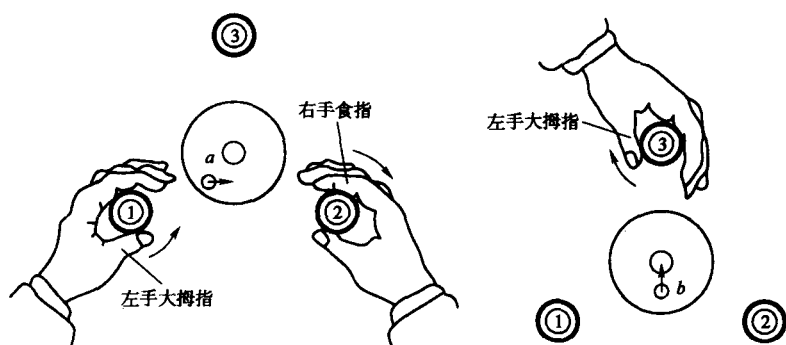

图 2-1-1 脚螺旋转动方向与圆水准气泡移动方向的规律
- (1)安置仪器,认识 DS3 水准仪,了解仪器基本构造、各部件名称和作用。
①安放三角架。选择坚固平坦的地面张开三脚架,使架头大致水平,高度适中;三条架腿开度适当,如果地面松软,则将架腿的三个脚尖插牢于土中,使脚架稳定。
②安置仪器。打开仪器箱用双手将仪器取出,放在三角架架头上,一手握住仪器,一手旋转脚架中心连接螺旋,将仪器固连在三脚架架头上。
③观察熟悉仪器。仔细观察仪器的各个部件,熟悉各螺旋的位置、名称和作用,试着旋拧各个螺旋以了解其功能。
- (2)水准仪的使用。水准仪的操作步骤为:粗平、瞄准水准尺、精平、读数。
①粗平。粗平即粗略整平仪器。通过旋转水准仪基座上的三个脚螺旋使圆水准器气泡居中,仪器的竖轴大致铅垂,从而使望远镜的视准轴大致水平。在整平过程中,旋转脚螺旋方向与圆水准气泡移动方向的规律是:用左手旋转脚螺旋,则气泡移动方向和左手大拇指移动方向一致(俗称左手法则);用右手旋转脚螺旋,则气泡移动方向和右手食指移动方向一致。如图 2-1-1 所示。将望远镜水平转动 180° ,检查圆水准气泡是否仍然居中,否则重新整平。
②瞄准水准尺。首先进行目镜对光。将望远镜对向一明亮背景(如天空或白色明亮物体),转动望远镜目镜调焦螺旋,使望远镜内的十字丝影像非常清晰。再松开制动螺旋,转动望远镜,用望远镜上的瞄准器(照门和准星或粗瞄器)瞄准水准尺,然后旋紧制动螺旋。从望远镜